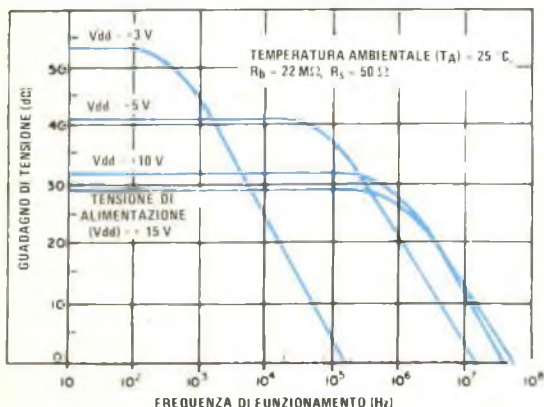

Fig. 2 - Il guadagno e la larghezza di banda del CMOS della RCA variano con la tensione di alimentazione.
Si completi innanzitutto il circuito stampato superiore (di cui nella *fig. 2-a* è riportato il disegno e nella *fig. 2-b* la foto del prototipo montato), collegando anzitutto i resistori. Nel montare i transistori, si sistemino i rispettivi terminali in modo che il corpo dei transistori stessi risulti vicino il più possibile al circuito stampato. Il termi-
Il circuito stampato inferiore, rappresentato nella *fig. 2-c*, deve avere le stesse dimensioni esterne del circuito stampato superiore. Si noti la fessura presente tra il piedino 1 e il piedino 8.
*Fig. 2 - I disegni dei due circuiti stampati sono riportati in a) e in c). Nel particolare b) è illustrata la foto del prototipo montato, con l'indicazione dei componenti.*
Le caratteristiche di questo stadio di guadagno sono riportate nella fig. 2. Anche se queste curve si riferiscono ad un CA3600E, altri invertitori CMOS si com-